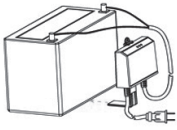

Figura 1. Montaje del cargador
1. Fije al cargador el soporte de montaje que se suministra utilizar el hardware proporcionado que se ilustran en la Figura 1.